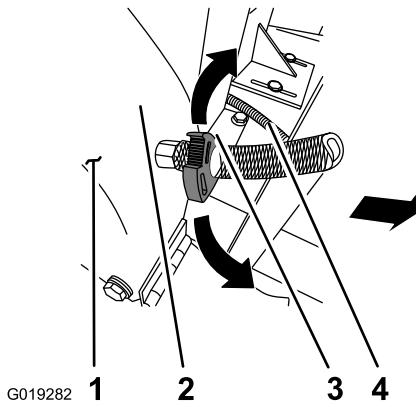

Figura 30
1. Libere los segmentos dentados interior y exterior de la abrazadera que sujetla la manguera de agua sobre la espiga del protector del disco (Figura 30).